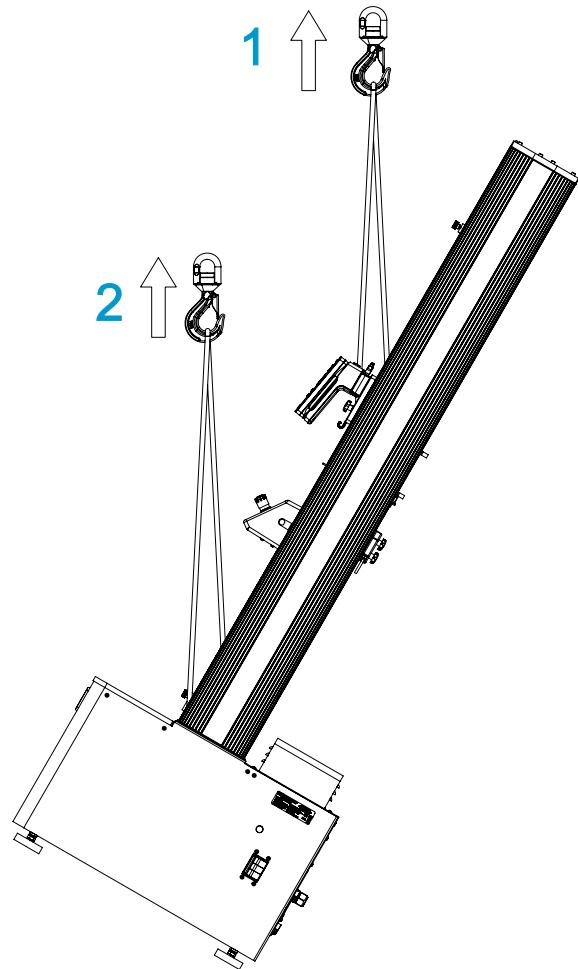

Abbildung 19. Aufrichten eines Prüfrahmens mittels Kran
Siehe Abbildung 19 auf Seite 73.
2. Befestigen Sie die beiden Hebegurte an der Traverse und hängen Sie die Gurte im Haken des Krans ein wie in Abbildung 19 auf Seite 73 gezeigt. Wenn Sie anstelle der Hebegurte Ketten verwenden, verkleiden Sie die Traverse mit einem geeigneten schützenden Material, um sie vor Kratzern und anderen Schäden zu schützen. Ketten können auch andere Teile des Rahmens, z. B. die obere Deckplatte, beschädigen; wickeln Sie unbedingt Schutzmaterial um alle gefährdeten Komponenten.
3. Montieren Sie zwei M16-Hebelbolzen in den Rahmensockel und befestigen Sie zwei zusätzliche Hebegurte an den Bolzen, wie in Abbildung 19 auf Seite 73 gezeigt.
Legende für Abbildung 19